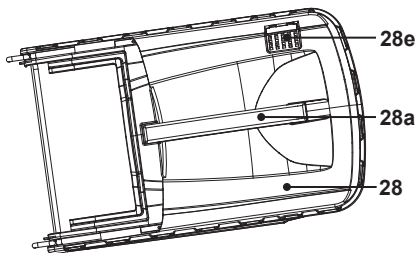

Fig. 17
1. Tant que la trappe (28e) est ouverte, le bac de ramassage (28) peut encore recueillir de l'herbe (Fig. 17).